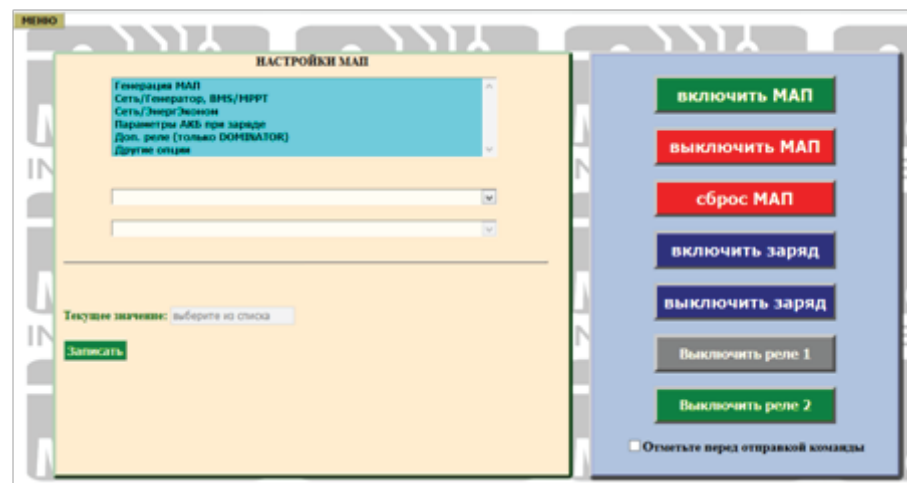

Рисунок 8. Дистанционное управление Реле
- **“Внешнее управление”** – Реле включается по команде, переданной через Web-интерфейс на закладке управления МАП или с помощью специального ПО, см. рис.8 НЕТ дополнительных параметров.